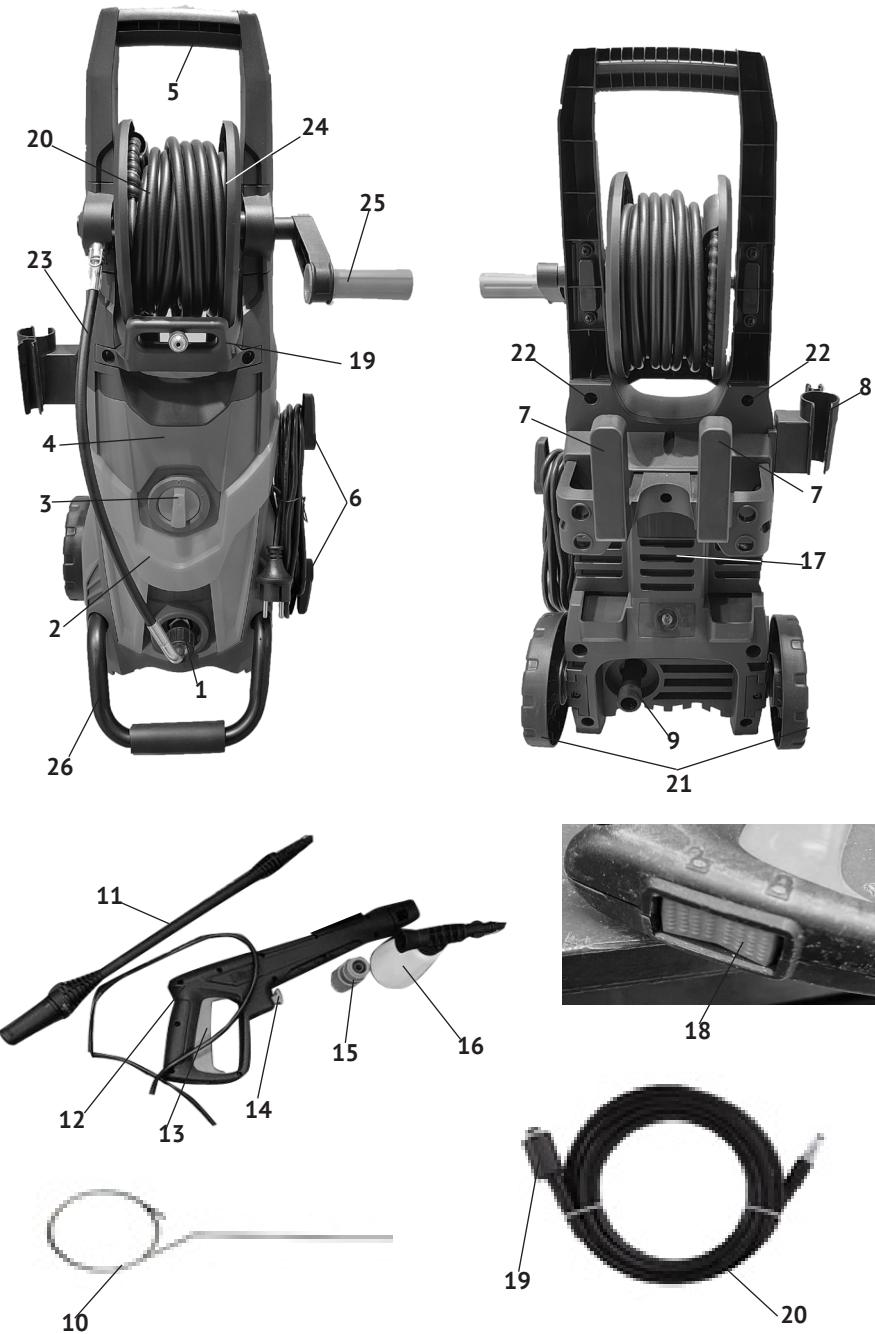

рис. 1
Подключение к сети электродвигателя осуществляется выключателем (рис.1 поз.3, на передней панели), имеющим два фиксированных положения «0» - выключено и «1» - включено.
4.1 Общий вид мойки представлен на рис. 1
Электродвигатель с плунжерным насосом расположены в пластиковом корпусе, состоящем из скреплённых между собой передней (рис.1 поз.4) и задней (рис.1 поз.17) панелями. Сверху на корпусе расположена ручка (рис.1 поз.5) для транспортировки, с закреплённой на ней осью катушки. На держателе (рис.1 поз.8) крепится пистолет (рис.1 поз.12) с насадкой (рис.1 поз.11). Выключатель сети (рис.1 поз.3), выходной штуцер (рис.1 поз.1) расположены на передней панели (рис.1 поз.4) мойки. К выходному штуцеру при соединён шланг ВД (рис.1 поз.23), который вторым концом с быстrozажимным разъёмом, обеспечивает подачу воды к основному шлангу ВД (рис.1 поз.20), намотанному на катушку. На крюки (рис.1 поз.6) закреплён кабель питания с вилкой. На задней панели (рис.1 поз.17) расположен патрубок для входа воды, на который крепится входной коннектор с фильтром (рис.1 поз.15). К коннектору, через переходник (не входит в комплект поставки), подключается шланг подачи воды.
В нижней части рукоятки пистолета (рис.1 поз.12) расположена клавиша блокировки курка от случайного включения (рис.1 поз.18) с символами: «замок закрыт» - заблокировано, «замок открыт» - разблокировано.
В комплект поставки входят: ёмкость для моющего средства с насадкой-пенообразователем (рис.1 поз.16), а также трубчатая опора (рис.1 поз.26), обеспечивающая устойчивое положение мойки при работе.
Включение мойки осуществляется нажатием на курок (рис.1 поз.13) пистолета. Мойка снабжена системой тотал – стоп (TSS), то есть, после отпускания курка автоматически отключается двигатель с насосом.
После распаковки мойки проверьте комплектность поставки. Осмотрите корпус мойки, пистолет и насадки на предмет наличия повреждений при транспортировке. Если ручка (рис.1 поз.5) со смонтированной на ней катушкой не установлена, прикрутите её 2-я винтами (рис.1 поз.22) к корпусу мойки. Соберите инструмент в следующей последовательности:
- присоединить БЗ разъем шланга (рис.1 поз.4) к соединительному элементу (рис.3 поз.5);
- соединительный элемент (внутри оси катушки), обеспечивает подачу воды в основной шланг ВД (рис.1 поз.6).
Заблокировать пусковой курок, переведя клавишу (рис.1 поз.18) в положение «замок закрыт».
Подключить мойку к питающей электросети и установить выключатель (рис.1 поз.3) в положение “I”.
Разблокировать пусковой курок (рис.1 поз.13) пистолета, чтобы приступить к работе.